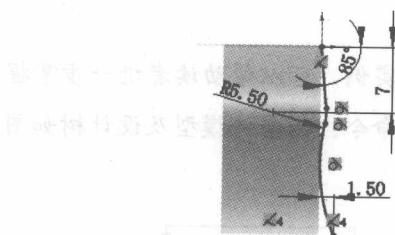

图 1.15 横断面草图
- (2) 定义特征的横断面草图。
- ① 定义横断面草图。在草图环境中绘制图 1.15 所示的横断面草图。
- ② 选择下拉菜单 **插入(I)** → **退出草图** 命令, 退出草图环境, 此时系统弹出“斜接法兰”窗口。
- (3) 定义斜接法兰参数。定义法兰位置: 在 **斜接参数(M)** 区域中, 单击“折弯在外”按